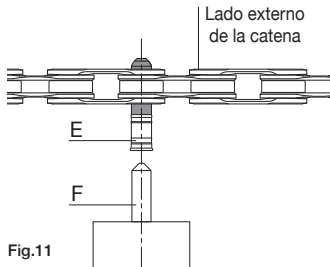

Fig.11
- Comprobar que la punta cónica de la pieza de empuje (F) (Fig. 11) esté alineada con el centro del casquillo ULTRA-LINK 5-CN-SR700(E) (Fig. 11).